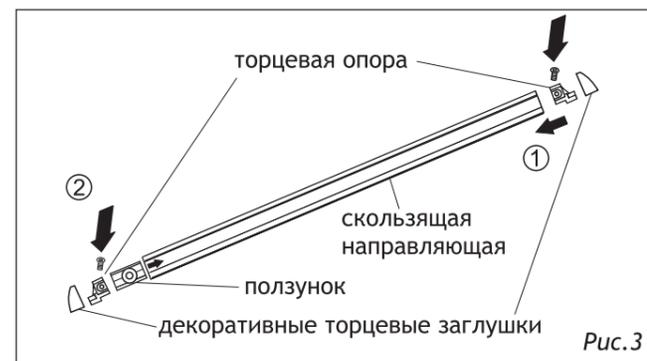
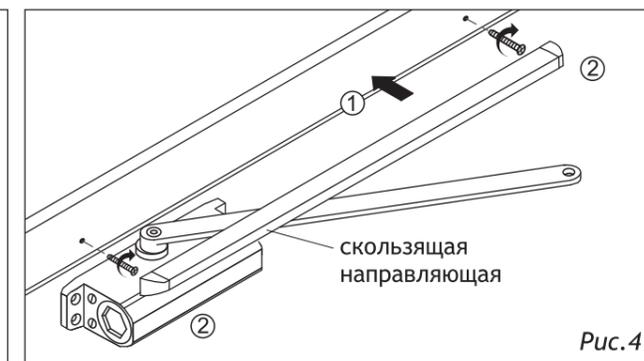

Рис.3
Рис.4
4. Вставьте ползунок в скользящую направляющую. Винтами закрепите торцевые опоры на скользящей направляющей. Установите скользящую направляющую и закрепите на ней декоративные торцевые заглушки (рис.3) и (рис.4);